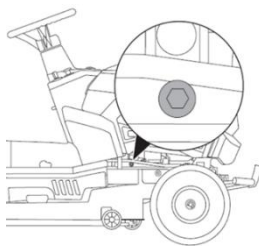

Fig.30A
5. Scoateți bușonul de scurgere (Fig. 30A).